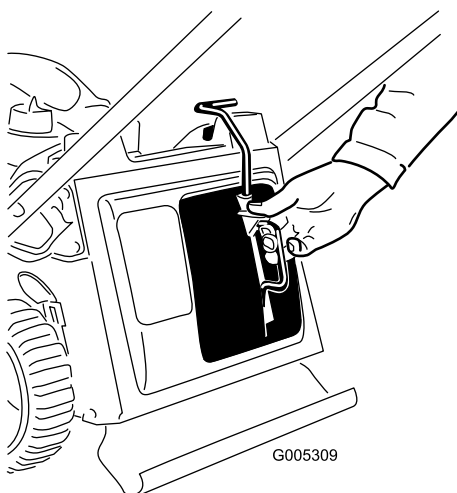

Figure 31
3. Insérez l'obturateur de broyage (Figure 31).